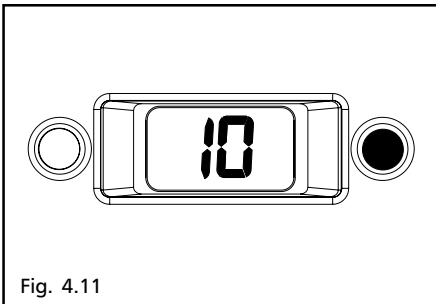

Fig. 4.11
- un blocco caldaia: si accende il led rosso e contemporaneamente sul visualizzatore digit lampeggia il codice anomalia (fig. 4.11). Vedi paragrafo "Anomalie e segnalazioni luminose".